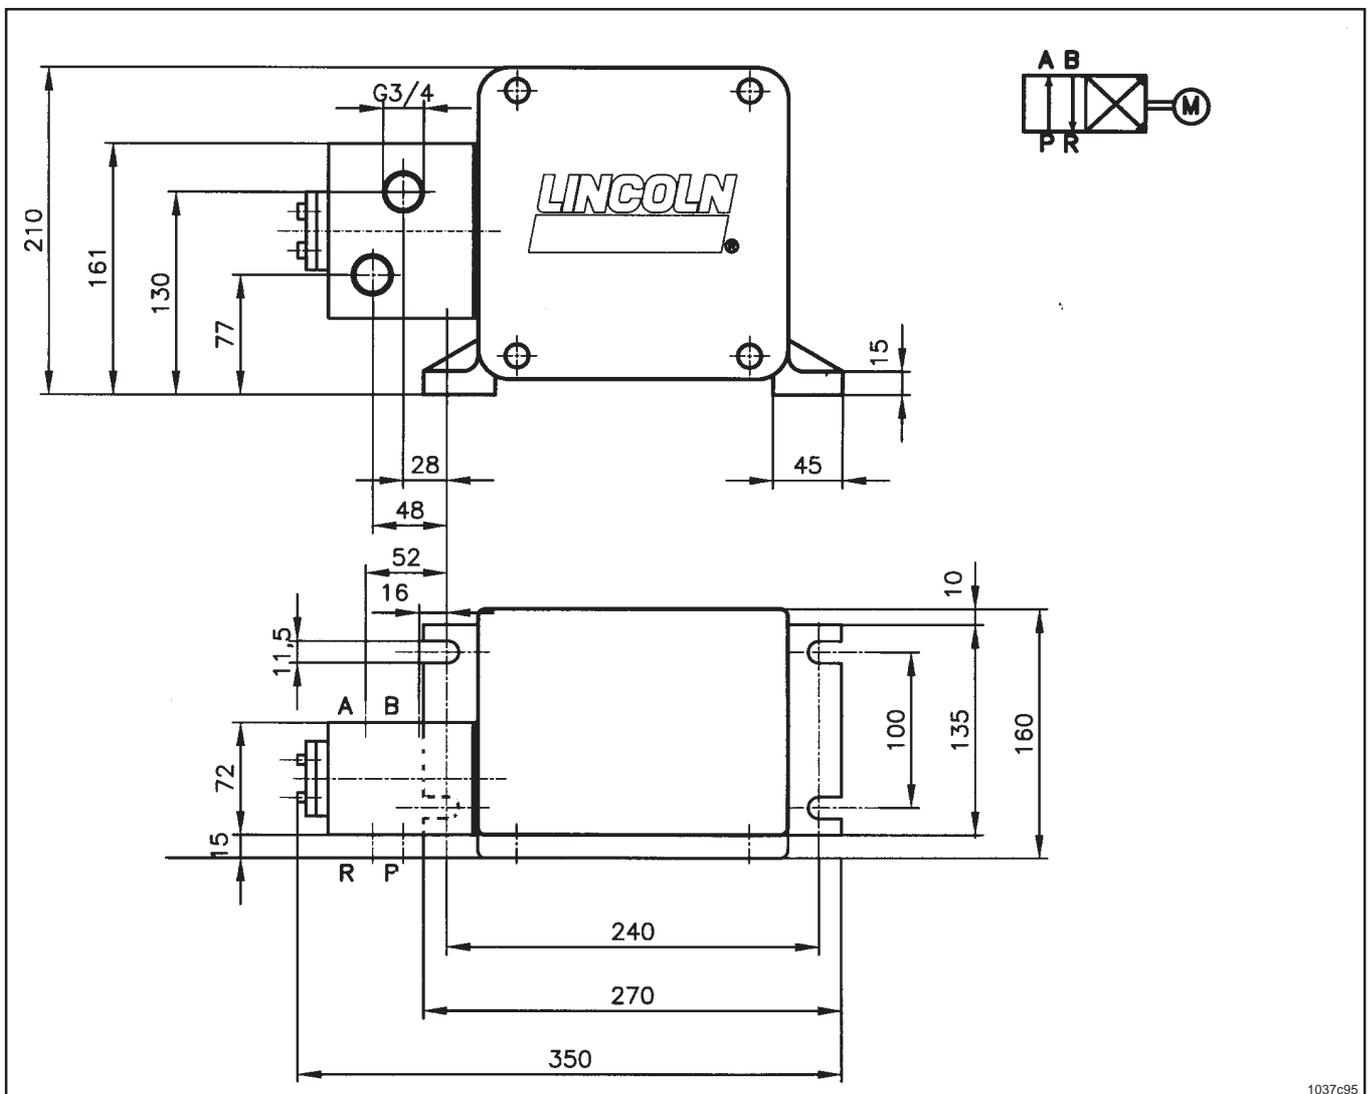

Abb. 5: Einbaumaße der EM-U2
- bei mechanischer Installation Einbaumaße aus Abb. 5 beachten